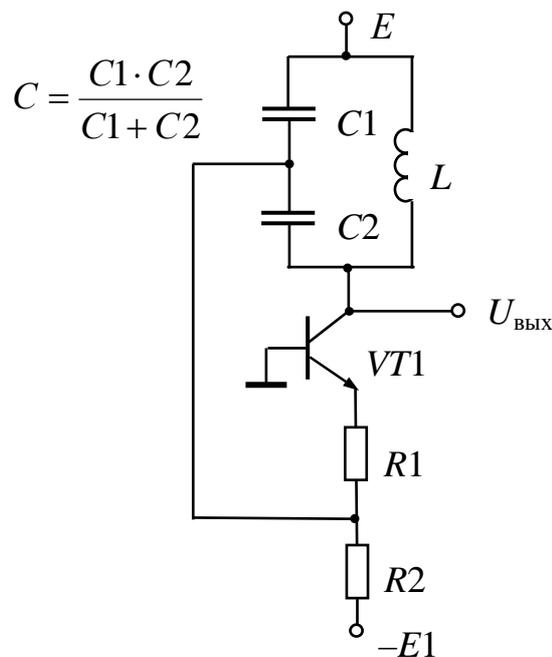

Рис. 3 – Трехточечный генератор
3. Собрать трехточечный LC -генератор по схеме Колпитца (рис. 3). $C_1=C_2=100$ пФ, $R_1=R_2=5$ кОм, $L=1+N$ мГн, $E=E_1=10$ В. Пронаблюдать работу схемы. Оценить амплитуду и частоту генерируемых колебаний. Объяснить явления, которые происходят при замене резистора R_1 номиналом 5 кОм на резисторы номиналом 4 кОм и 6 кОм?